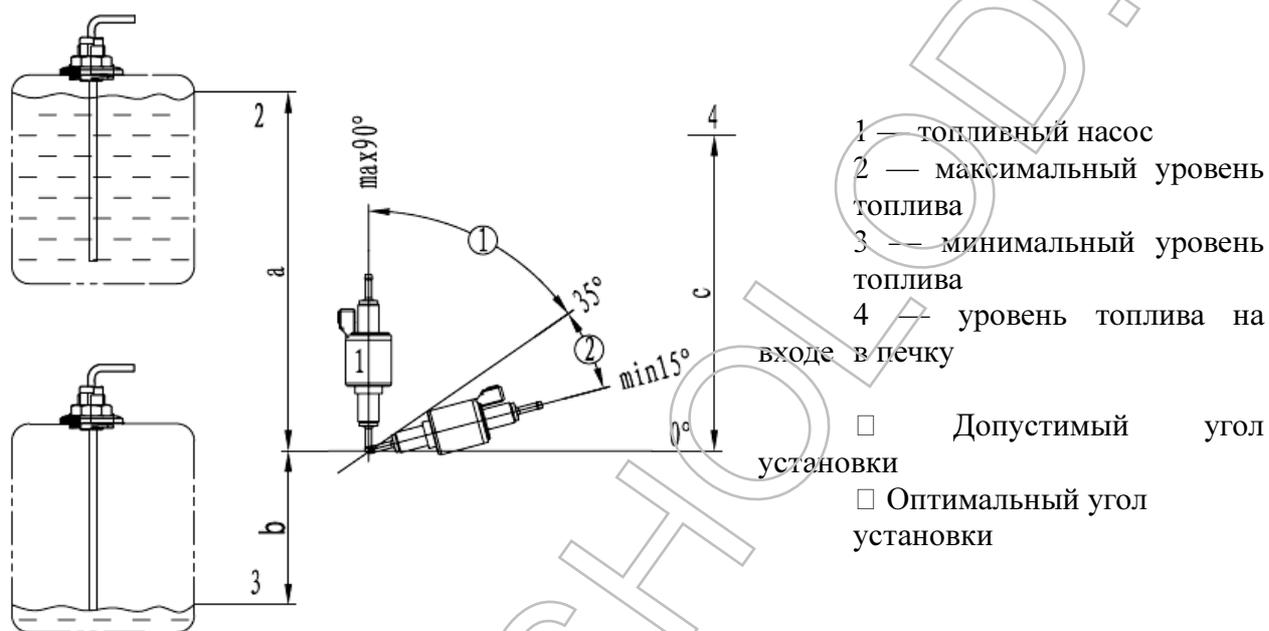

Рис. 11
4.5.1 Топливный насос крепится на транспортном средстве при помощи хомута с защитным резиновым покрытием. Выход топливного насоса должен быть наклонён вверх. Угол наклона может быть выбран в диапазоне  $15^\circ\sim 35^\circ$  (как показано на Рис. 11). Если условия позволяют, то топливопровод между топливным насосом и отопителем должен подниматься вверх плавно.